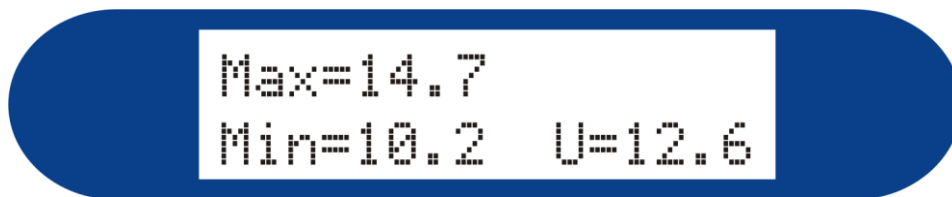

Рисунок 7
2. Нажмите и удерживайте кнопку **⬅**, затем нажмите кнопку **➡**. На индикаторе установки появятся значения минимального и максимального зарегистрированного напряжения, а также текущее значение напряжения. Если перед этой процедурой производился запуск двигателя стартером, то по минимальному значению напряжения можно оценить состояние аккумуляторной батареи автомобиля (рисунок 7).